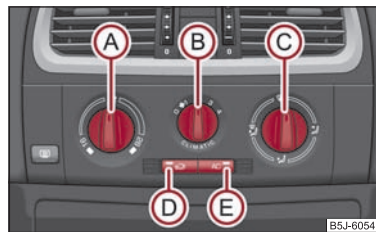

Abb. 90 Climatic: Bedienelemente ▶
- Drücken Sie die Taste \Rightarrow Seite 84, Abb. 90, in der Taste leuchtet die Kontrollleuchte auf.
Wenn der Luftverteilungsregler in der Position \Rightarrow Seite 84, Abb. 90 steht, wird der Umluftbetrieb automatisch ausgeschaltet. Durch wiederholtes Drücken der Drucktaste können Sie auch in dieser Stellung den Umluftbetrieb wieder einschalten.
Die Klimaanlage arbeitet, wenn der Schalter  ⇒ Seite 84, Abb. 90  gedrückt ist und folgende Bedingungen erfüllt sind:
- Drehen Sie den Drehregler **(A)** ⇒ Abb. 90 nach rechts, um die Temperatur zu erhöhen.
- Drücken Sie die Taste  **(E)** ⇒ Abb. 90. In der Taste leuchtet die Kontrollleuchte.